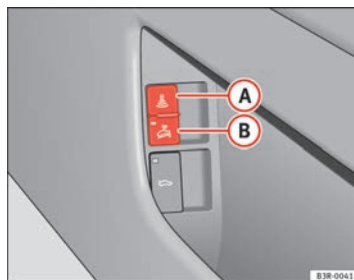

Fig. 79 Tasto del controllo dell'abitacolo
- Aprire lo sportello e tirare l'interruttore  con il simbolo  a lato del vano portaoggetti nella porta del conducente ⇒ fig. 79.
⇒ pag. 113, fig. 79.